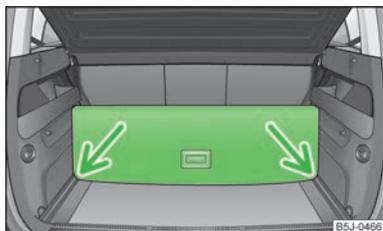

Abb. 49
- › Den Teil mit der Halterung anheben und diesen durch Einschieben in die mit Pfeilen gekennzeichneten Nuten sichern » Abb. 49.